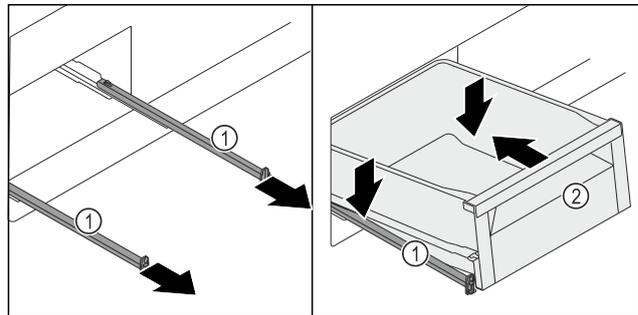

Fig. 129
- ▶ Schienen Fig. 129 (1) herausziehen.
- ▶ Schienen Fig. 129 (1) festhalten und Schubfach Fig. 129 (2) schräg von oben auf den Schienen Fig. 129 (1) aufsetzen.
- ▶ Schubfach Fig. 129 (2) auf den Schienen Fig. 129 (1) bis zum Anschlag nach hinten schieben.